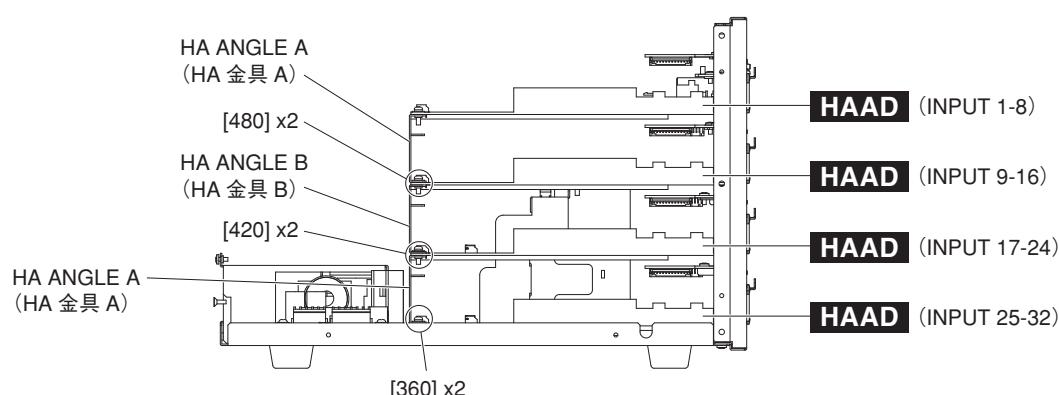

Fig. 6 (図 6)
- 6-4. Remove the two (2) screws marked [480]. The HA angle A can then be removed. (Fig. 6)
- 7-5. Remove the two (2) screws marked [420]. The HA angle B can then be removed. (Fig. 6)
- 8-6. Remove the two (2) screws marked [360]. The HA angle A can then be removed. (Fig. 6)
- 6-4. [480] のネジ 2 本を外して、HA 金具 A を外します。(図 6)
- 7-5. [420] のネジ 2 本を外して、HA 金具 B を外します。(図 6)
- 8-6. [360] のネジ 2 本を外して、HA 金具 A を外します。(図 6)